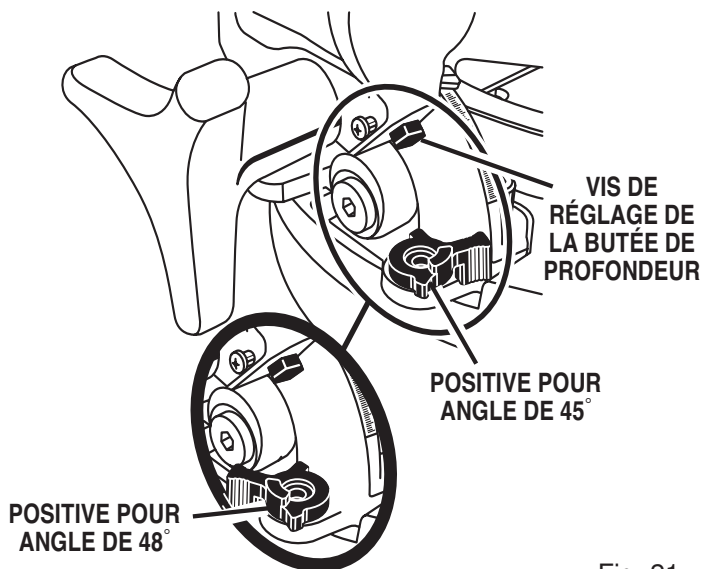

Fig. 21
- Réglez la vis de réglage de la butée positive afin d'aligner la lame avec l'équerre. Voir figure 21.